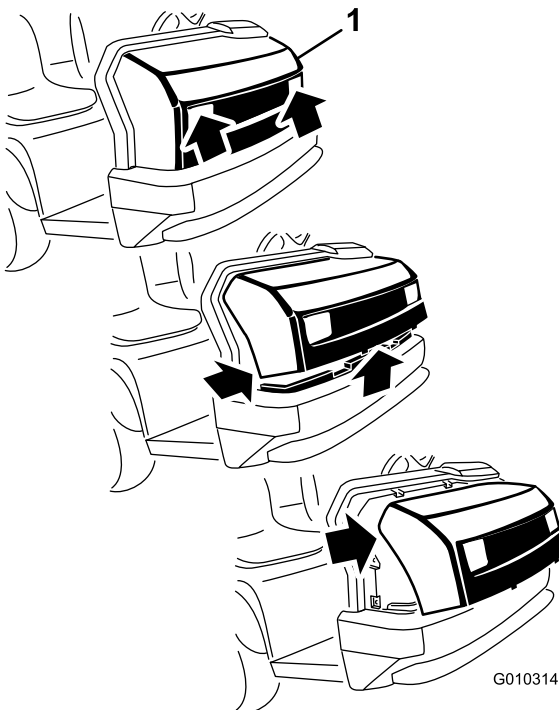

Figura 1
5. Afferrate il cofano dalle aperture dei fari, sollevatelo per sganciare le linguette di montaggio inferiori dalle fessure del paraurti (Figura 1).
6. Ruotate verso l'alto la parte inferiore del cofano in modo da estrarre le linguette di montaggio superiori dalle fessure del telaio (Figura 1).
7. Ruotate in avanti la parte superiore del cofano e staccate i connettori a filo dai fari (Figura 1).